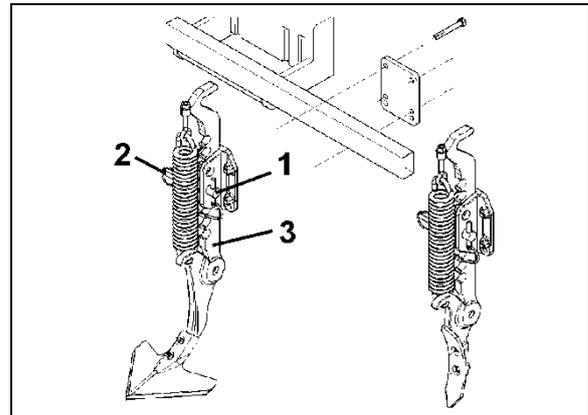

Fig. 29
3. Arbeitstiefe durch umstecken des Bolzens (Fig. 29/1) in der Verzahnung des Spurlockerers (Fig. 29/3) einstellen und mit Klappstecker (Fig. 29/2) sichern.